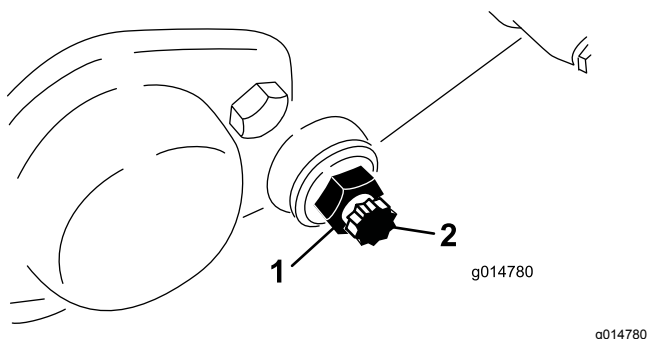

Рисунок 62
3. На каждой стороне машины ослабьте зажимную гайку, стопорящую болт планки неподвижного ножа (Рисунок 62).
4. Снимите оба болта неподвижного ножа, что позволит снять неподвижный нож с машины, потянув его вниз. На каждом конце неподвижного ножа оставьте 2 нейлоновые и 2 штампованные стальные шайбы (Рисунок 62).